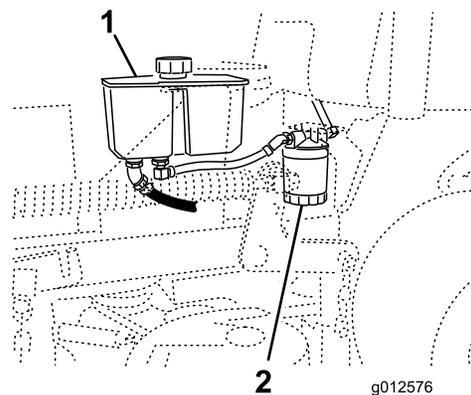

Figure 74
3. Localisez le filtre et placez un bac de vidange au-dessous (Figure 74).